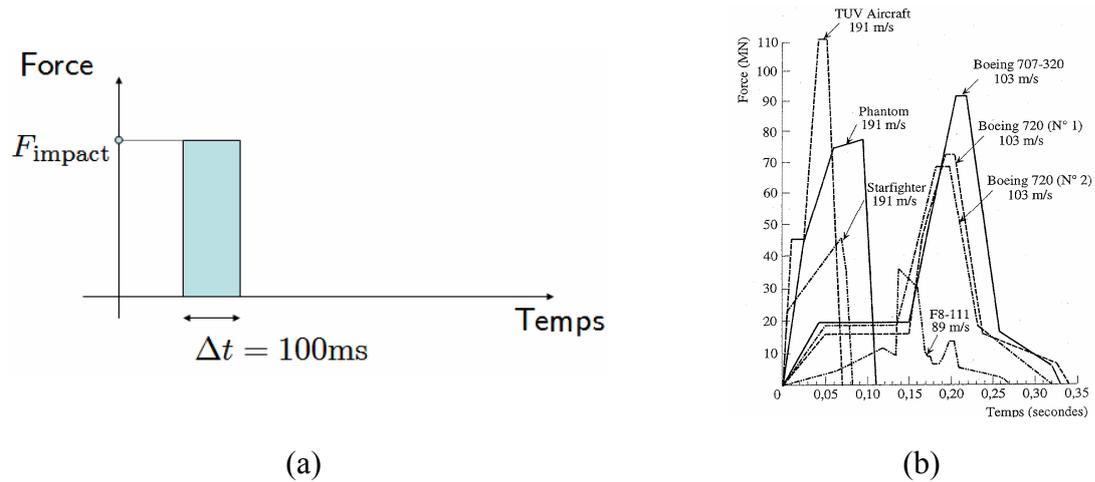

Figure 16 : Evolution temporelle de la force d'impact ; (a) chargement simplifié et (b) chargements réels pour plusieurs types d'avion.
- V. On suppose qu'un avion d'une masse de $M_{\text{avion}} = 300\text{t}$ volant à une vitesse $v_{\text{avion}} = 100\text{m/s}$ impacte la tour à mi-hauteur. L'impact est modélisé par le chargement représenté sur la Figure 16(a) avec :